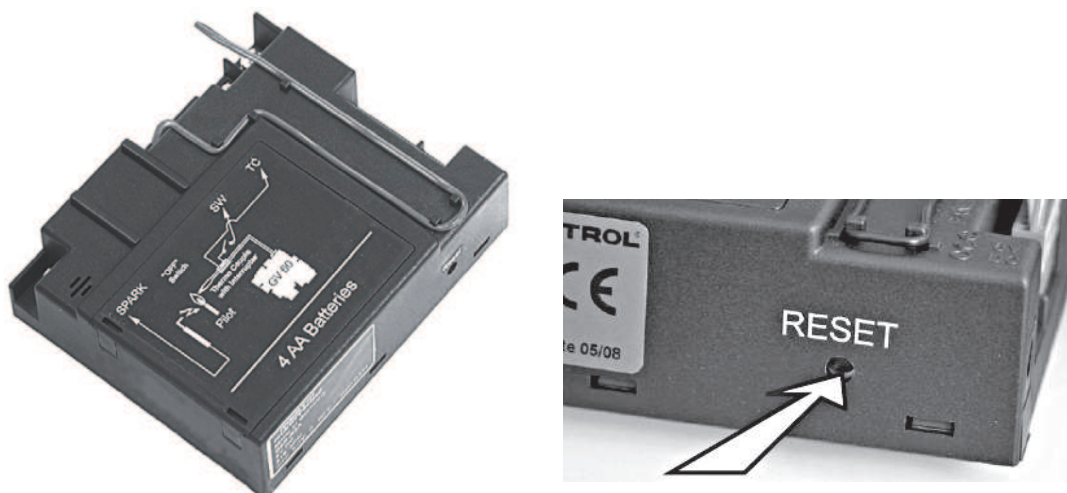

Figure 3: Récepteur "RESET" bouton
- Appuyez sur le bouton **"RESET"** du récepteur et maintenez-le enfoncé jusqu'à entendre 2 bips. Voir figure 3.